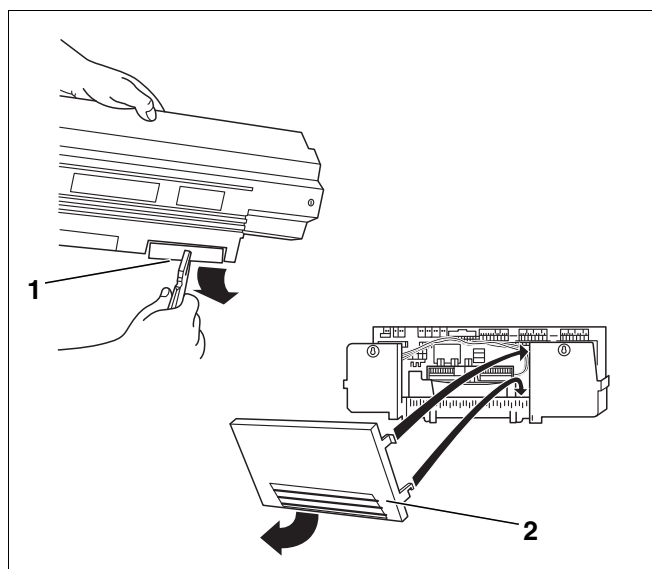

Fig. 44 Preparazione – Passaggio cavi
- ▶ Rompere i segmenti amovibili (fig. 44, [1]), se necessario, nel pannello posteriore del passaggio cavi (Logamatic 33..) ev. togliere il lamierino del pannello posteriore (Logamatic 43..) (fig. 44, [2]).
- ▶ Agganciare l'elemento di pannello posteriore (Logamatic 43..) nel listello di cablaggio con il gancio inferiore e premere nella parte superiore finché i ganci laterali non sono scattati in posizione (fig. 44, [2]).